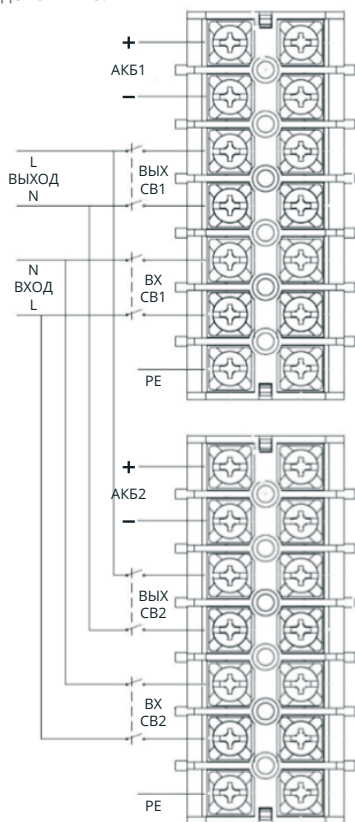
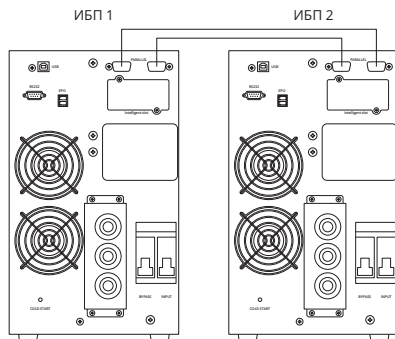

Рис. 2-2: Схема параллельного подключения
Рис. 2-3: 2 параллельных ИБП
- e. В соответствии со схемой подключения ИБП в параллель (рис. 2-2) необходимо установить автоматические выключатели для каждого ИБП (номиналом, соответствующим их мощности и требованиям настоящего руководства). Общие автоматические выключатели входа и выхода всей параллельной системы должны быть выбраны исходя из суммарной мощности установленных в параллель ИБП и требований местных стандартов.
Если параллельно подключены 2 ИБП, подключите коммуникационные кабели, как показано на Рис. 2-3.
Убедитесь, что кабели питания и коммуникационные кабели подключены правильно, как показано на Рис. 2-2, Рис. 2-3, Рис 2-4 и все необходимые настройки выполнены: